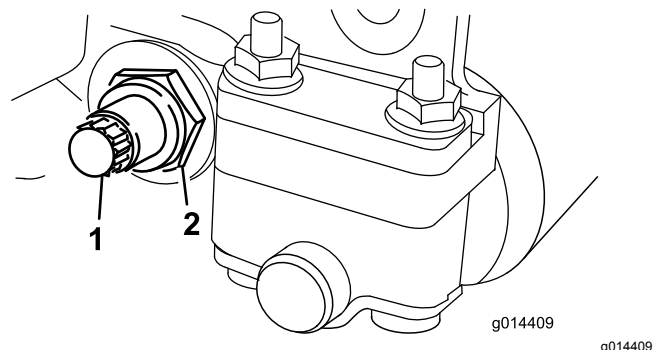

Figura 20
3. En cada lado de la máquina, afloje la contratuerca que sujeta el perno de la barra de asiento (Figura 20).
4. Retire todos los pernos de la barra de asiento, para poder tirar de la barra hacia abajo y retirarla de la máquina (Figura 20).